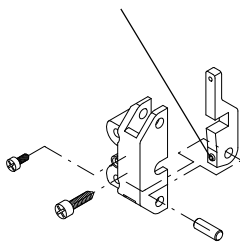

Fig.14
- Premontare il supporto S1 (fig. 14).
- Assemble the support S1 (fig. 14).
- *Die Stütze S1 zusammensetzen (Bild 14).*
- **Prémonter le support S1 (fig. 14).**